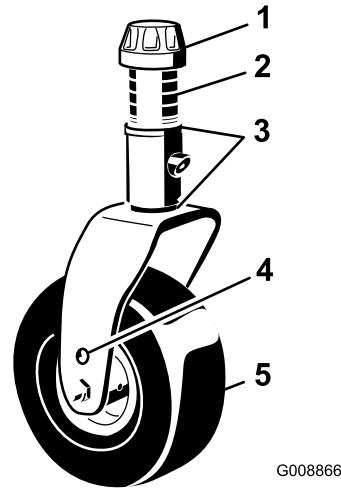
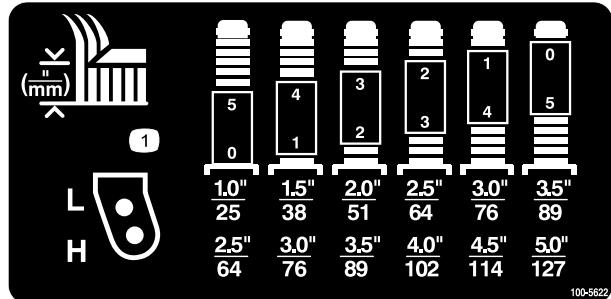
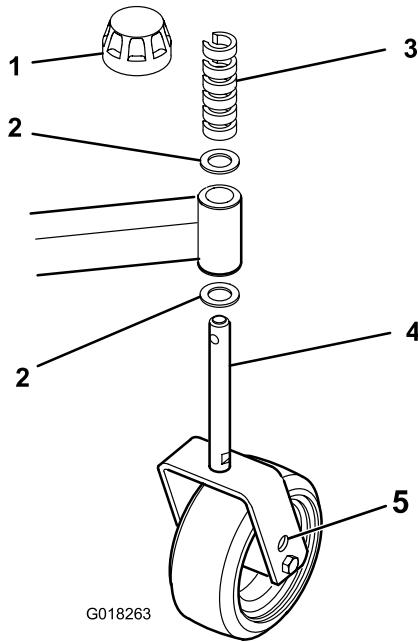

図 7
図 8
図 9
2. キャスタホイールのアクスルをキャスタフォークの上穴または下穴にセット（全部のキャスタフォークで同じ穴に統一）する。セッティング用の穴の選択については図 7、図 8および図 9 を参照のこと。
- スピンドル・シャフトからテンショニング・キャップを取り（図 7）、キャスター・アームからスピンドルを抜き出す。シム（3 mm）を2枚スピンドルのシャフトに通す（当初の状態と同じ）。これらのシムは、デッキ全体の左右の水平調整に必要となる。希望する刈高に必要な枚数のスペーサ（13 mm厚）をスピンドル・シャフトに通し、その上からワッシャを取り付ける。
刈高と、必要なシムの組み合わせとの関係は図 8にて確認してください：
- スピンドルシャフトからテンショニング・キャップを外す（図 9）。